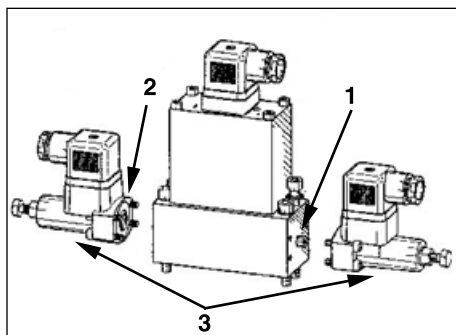

図3
1. 圧力を測定していたポートに一番近いバルブ本体の端のキャップネジとワッシャを取り外す。（図3、No. 1参照）
2. 圧力スイッチ取付け面のOリングに作動油を塗布する。（図3、No. 2参照）
3. スイッチを取り付けたキャップネジを使用して、バルブ端に圧力スイッチを取り付ける。3 FT-LBSへのトルク：4-N-M（図3、No. 3参照）